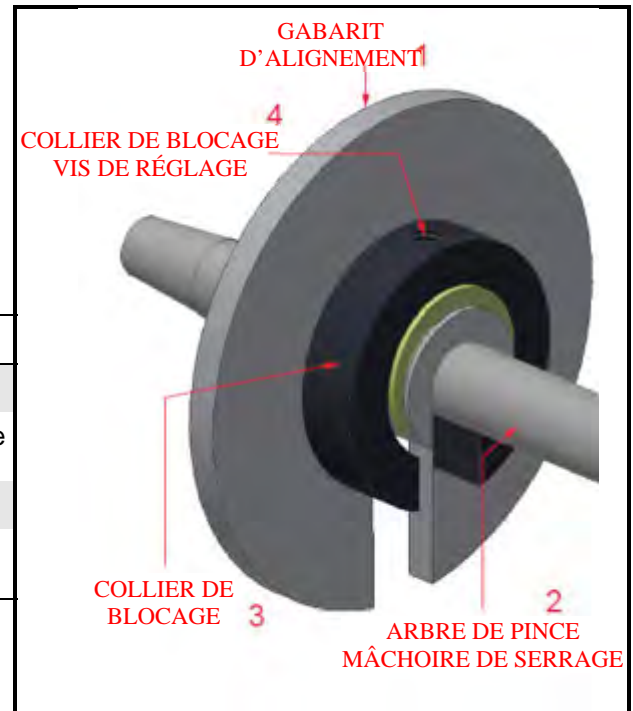

FIGURE 3-2. COMPOSANTS DU COLLIER DE BLOCAGE
3. Aligner l'encoche du collier de blocage avec l'encoche du gabarit (voir Figure 3-2).